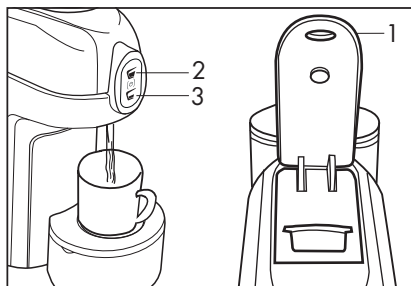

Fig. 8
**Avant d'introduire la capsule, soulever lentement et complètement le levier de commande (1) situé sur la partie supérieure de la machine pour expulser la capsule vide. Pour une bonne hygiène et pour maintenir la haute qualité du produit, il est recommandé d'expulser la capsule aussitôt après la distribution.**
- Refermer complètement le levier (1), appuyer sur le symbole de distribution (2-3), en fonction du modèle et en fonction des goûts, et appuyer à nouveau dessus pour arrêter la distribution une fois la quantité voulue de café ou autre boisson atteinte (Fig. 8).
- Pour préparer un café allongé (type Américain), appuyer sur le symbole de distribution (3) et après avoir préparé le café expresso et expulsé la capsule vide, distribuer la quantité d'eau chaude voulue.
- Pour extraire la capsule, soulever lentement le levier (1). Si la capsule n'est pas expulsée, répéter l'opération ou appuyer sur le symbole de distribution (2) et soulever simultanément le levier (1).